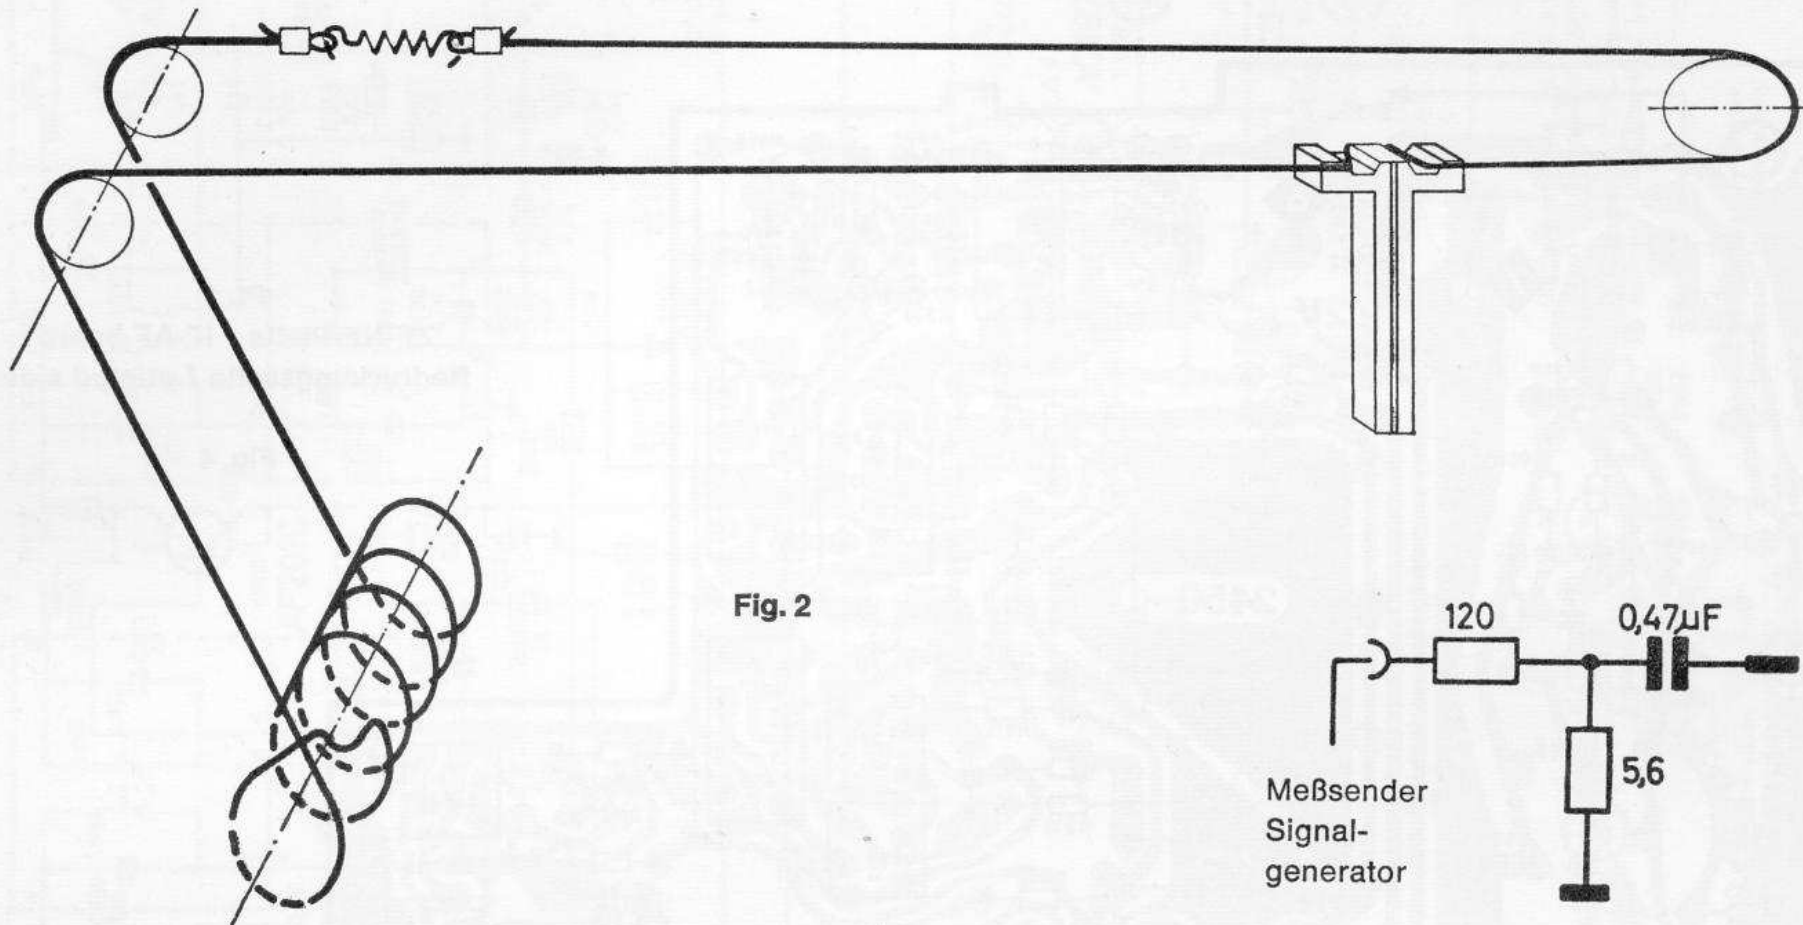

Fig. 2
- 4.3 Skalenseil (Länge ca. 0,70 m) nach Fig. 2 auflegen.
- 4.3 Place drive cable as shown in fig. 2 (length approx. 27.6 inch).